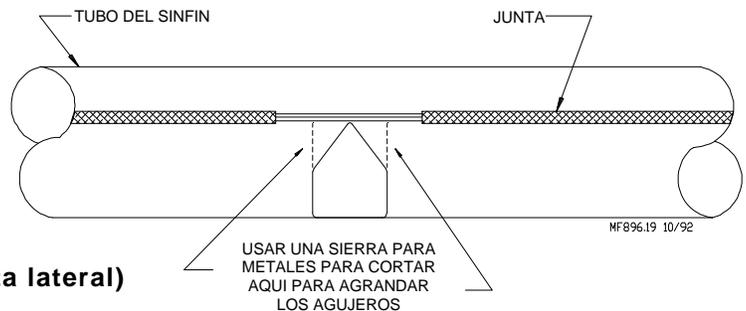

Figura 41. (Vista lateral)
1. Agrandar cada agujero de salida en el último tubo. Esto asegurará la salida total o parcial de alimento antes del control intermedio. Ver la **Figura 41** para el tamaño y colocación recomendados. Usar una sierra para metales y tijeras para cortar lata para agrandar el agujero. Asegurarse que no queden rebabas dentro del tubo donde pueda engancharse el sinfín.